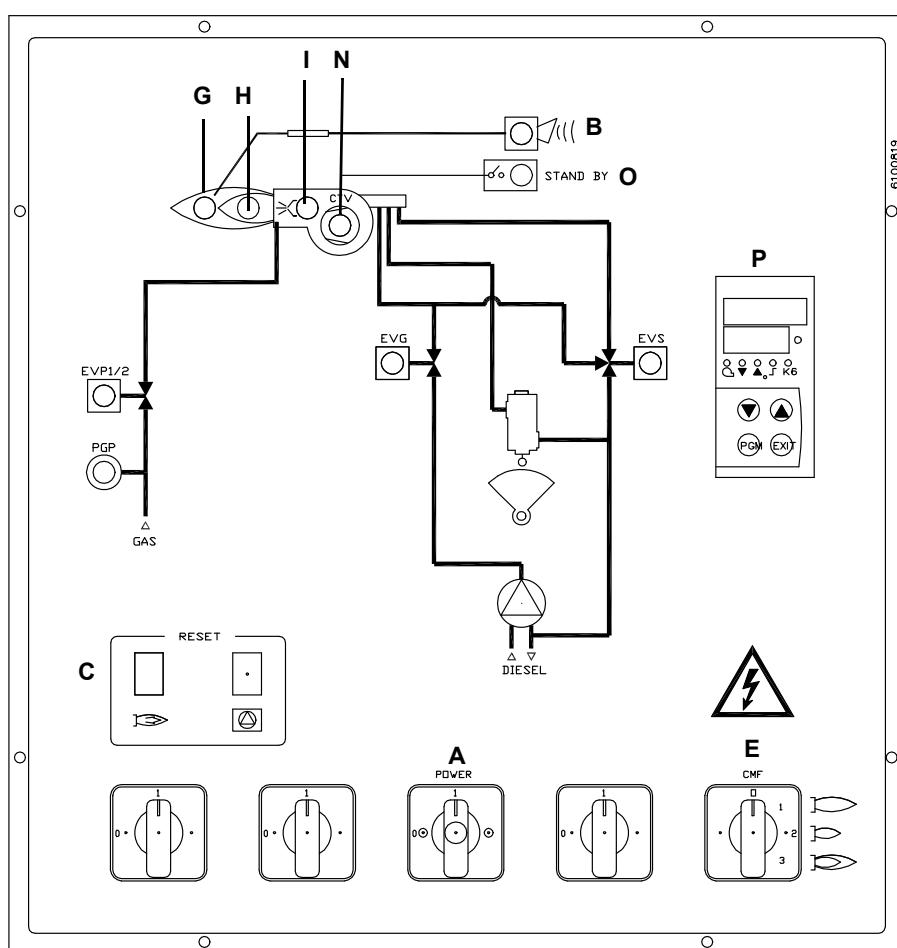

Рис. 19
- 9 Давление питания форсунки уже отрегулировано заранее на заводе-изготовителе и не должно изменяться. Только в случае необходимости, отрегулировать давление питания (см. соответствующий параграф) следующим образом: установить манометр в положение, указанное на Рис. 19, воздействовать на регулировочный винт **VR** насоса (см. Рис. 18 и Стр. 15) до получения на форсунке давления в 25 бар (см. параграф на Стр. 23);